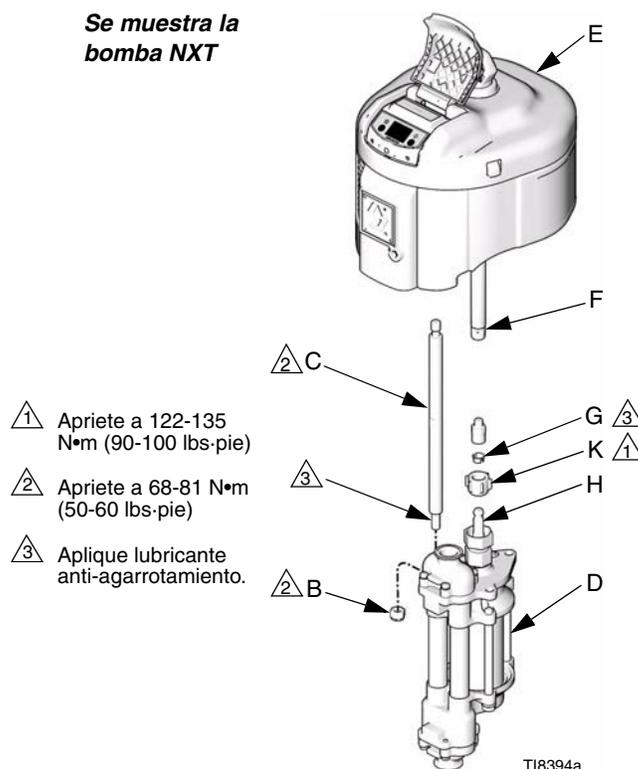
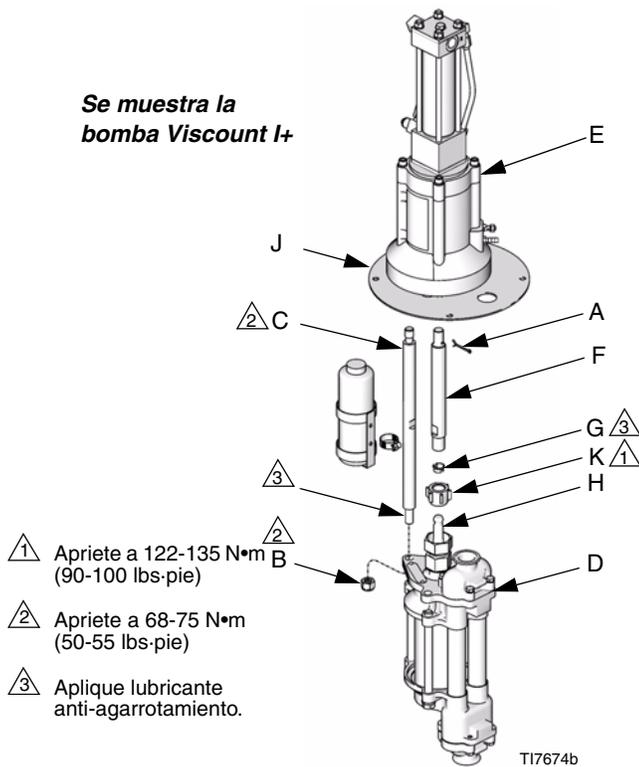

FIG. 2
FIG. 3
3. Afloje la tuerca de acoplamiento (K) y retire los collarines (G). Extraiga la tuerca de acoplamiento de la biela (H). Desenrosque las contratuercas (B) de las varillas de acoplamiento (C). Tire de la base (D) para separarla del motor (E). Vea las FIG. 2 y FIG. 3.
7. Levantar el eje del motor y quitar la tuerca de acoplamiento (K) y los collarines (G). Vea las FIG. 2 y FIG. 3.
- Monte la junta tórica (36†) en el cartucho del cuello (35). Aplique lubricante a la rosca del cartucho del cuello y enrósquelo en la carcasa superior de la bomba (1). Apriete el cartucho del cuello a 135 N•m (100 lbs-pie).
- Apriete firmemente la tuerca prensaestopas (21) y gire la tuerca otro cuarto de vuelta. Si tiene una llave de par, apriete la tuerca prensaestopas a 40 N•m (30 lbs-pie) y después reapriete a 15-20 N•m (20-27 lbs-pie).
- Monte la tuerca de acoplamiento (K) y los collarines (G) en la biela (H). Apriete a 197-203 N•m (145-150 lbs-pie). Vea FIG. 2.
- En bombas Viscount I+, vuelva a colocar el pasador (A). Si es necesario, vuelva a conectar la alimentación hidráulica y desplace la bomba a la parte intermedia de su carrera. Monte el pasador en el primer orificio desde el extremo del acoplamiento.